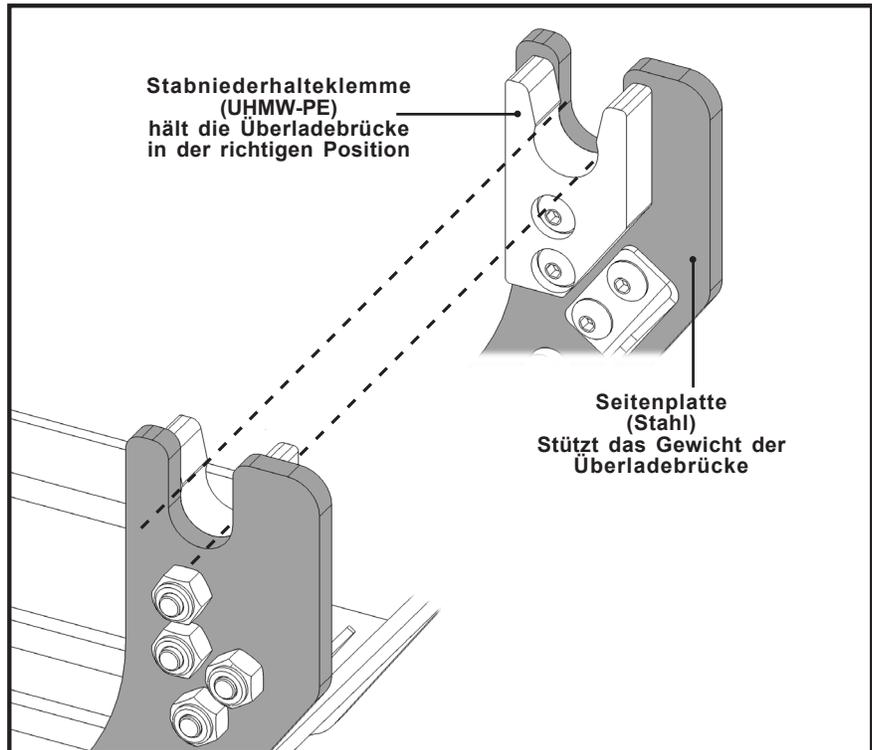

Abbildung 52: Montage der Überladebrücke - Ablagefächer
- Vergewissern Sie sich, dass die Stützstäbe der Brücke richtig in den Ablagefächern montiert wurden (Abbildung 52).